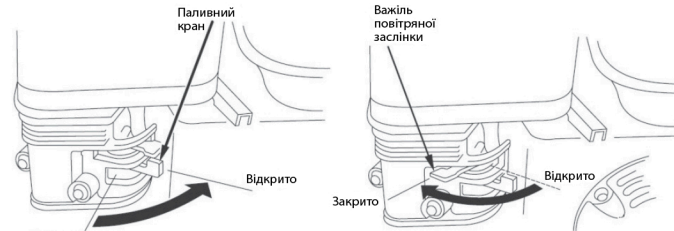

Рис. 10
3. Поверніть паливний кран в положення «Відкрито» (Рис. 10);
4. Поставте важіль привода повітряної заслінки в положення (Рис.10):